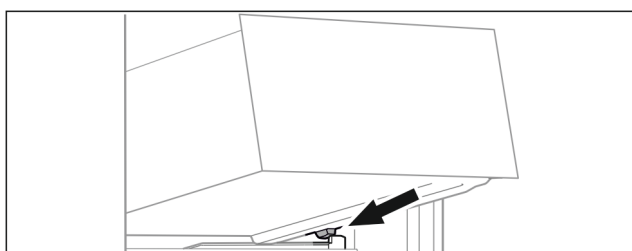

Fig. 85
- ▶ Nasad'te zásuvku šikmo za zarážky na žebrování na nádoby. (viz Fig. 85)